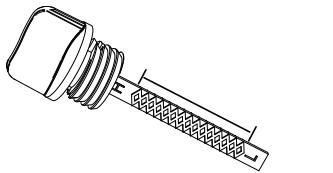

Figura 2-14. Intervalo de funcionamiento seguro
- Vea la **Figura 2-14**. Retire la varilla de medición y verifique si el nivel de aceite está dentro del intervalo de funcionamiento seguro.